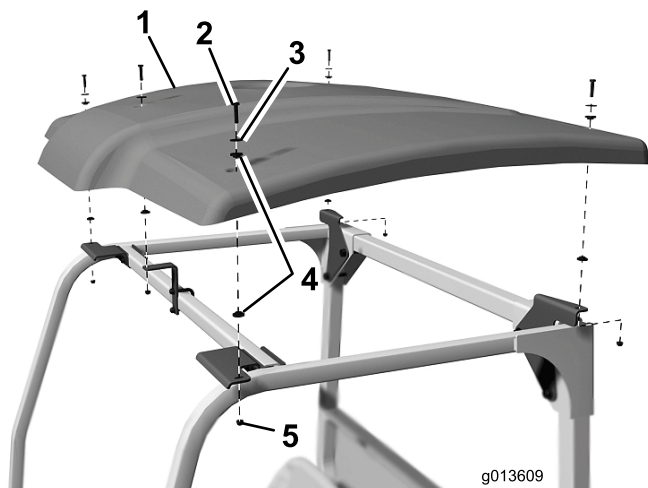

Figura 4
9. Coloque la capota sobre el ROPS alineando los taladros de montaje de la misma con los taladros de los soportes (Figura 4).
10. Monte la capota provisionalmente en los soportes con 5 tuercas de 1/4 x 1-1/4 pulgada, arandelas de 7/8 pulgada y tuercas de 1/4 pulgada. Asimismo, asegúrese de colocar un casquillo de goma encima y debajo de la capota al instalar cada perno (Figura 4).